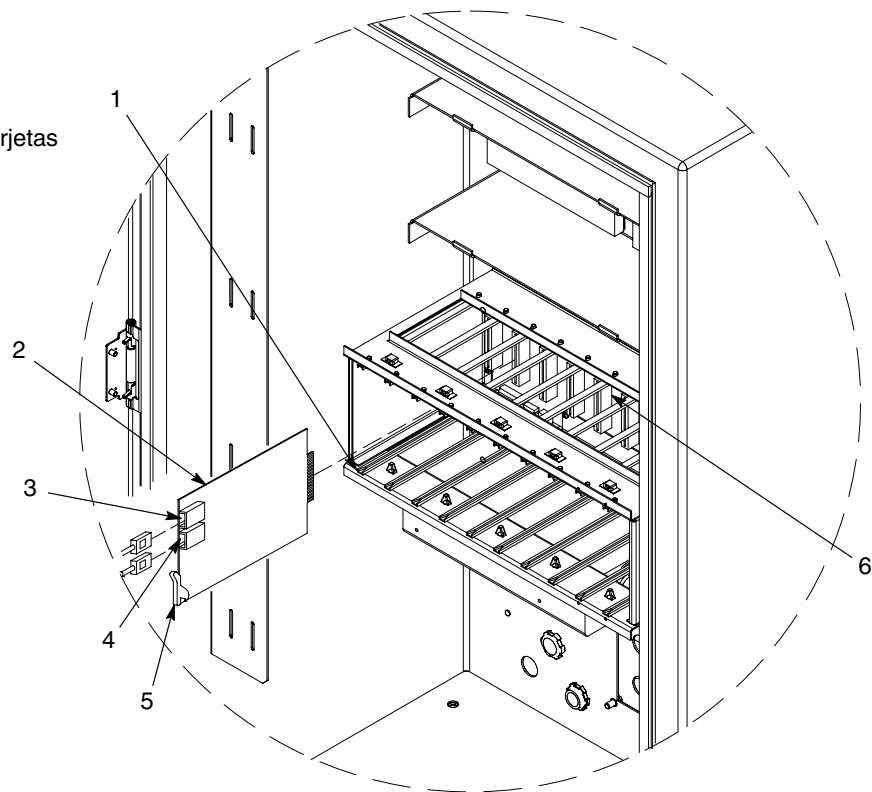

Figura 5-2 Sustitución de la tarjeta para el control de pistola
Ver la figura 5-2. Las tarjetas para el control de pistolas (2) están instaladas en la caja para tarjetas de izquierda a derecha. Cada tarjeta controla dos pistolas: el receptáculo inferior es el número impar de pistola; el receptáculo superior es el número par de pistola.